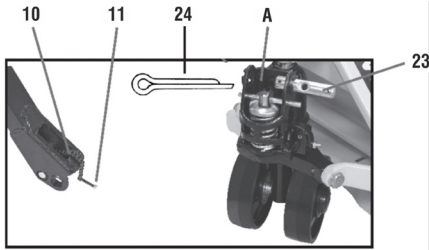

Fig. 2 – Eje del cable
- a. Retire el contrapino/cuna (24) y retire completamente el eje (23). Enganche el cable en la posición "A". Vuelva a colocar el eje (23) pasando por el cable y traba el conjunto recolocando el contrapino/cupilla (24), (fig. 2).